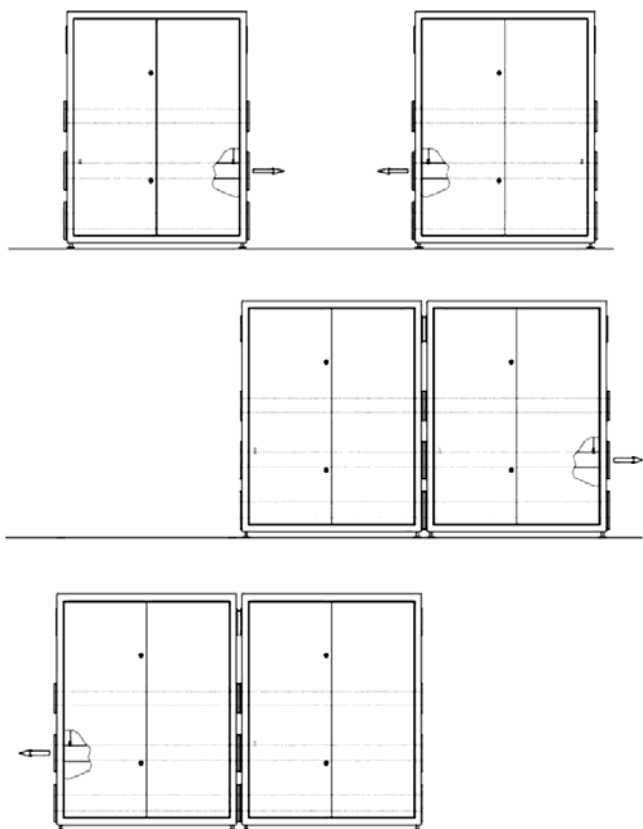

Рисунок 13
- Присоедините клемму X1 или X2 (которые являются частью пучка проводов разъёма J14, отсоединённого на первом шаге данной процедуры) к источнику питания 24 В ~ (смотри Рисунок 13).